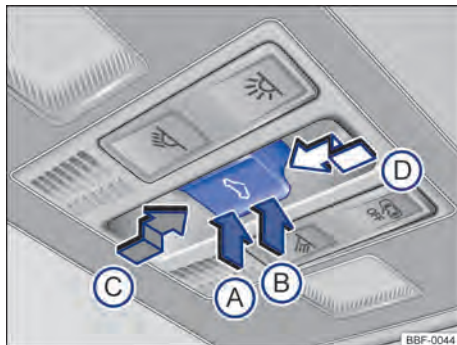

Fig. 61 No revestimento do teto: botões para teto solar e cortina de proteção solar.
- *Levantar o teto solar:* pressionar o botão → Fig. 61  até o primeiro nível. Curso automático: pressionar o botão  até o segundo nível.
- Pressionar o botão  até o segundo nível → Fig. 61 , até que o teto de vidro esteja totalmente fechado.